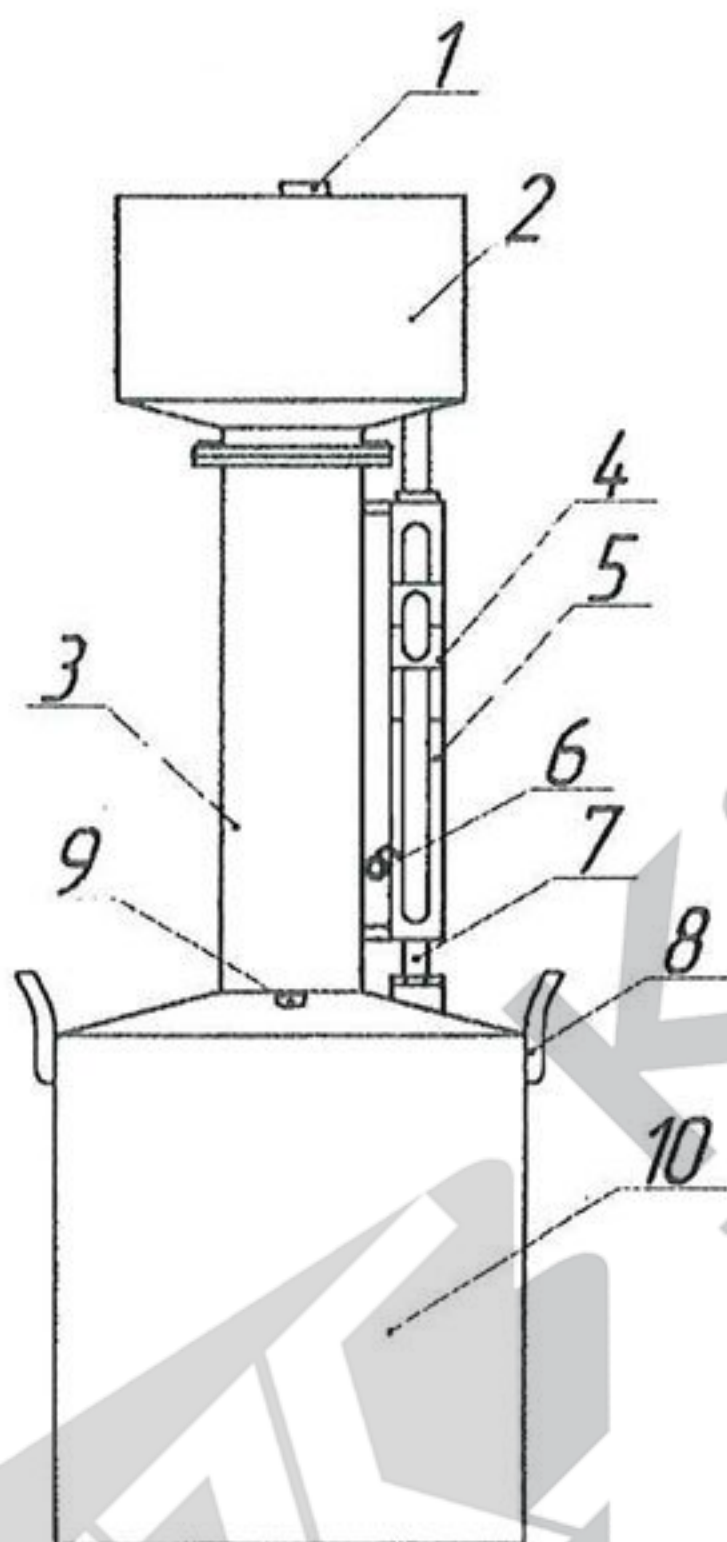

Рис.5 Мерник М2Р, шифр «СШ»
4.4.1. Перед началом работы мерники следует смочить рабочей жидкостью и установить в вертикальное положение. Рабочую жидкость через раздаточный кран ТРК подают непосредственно в заливной патрубок (1) пеногасителя (2) (рис.5 и 6) и измеряют температуру рабочей жидкости внутри резервуара с помощью термометра в течение 1-2 мин на уровне около ? высоты резервуара.